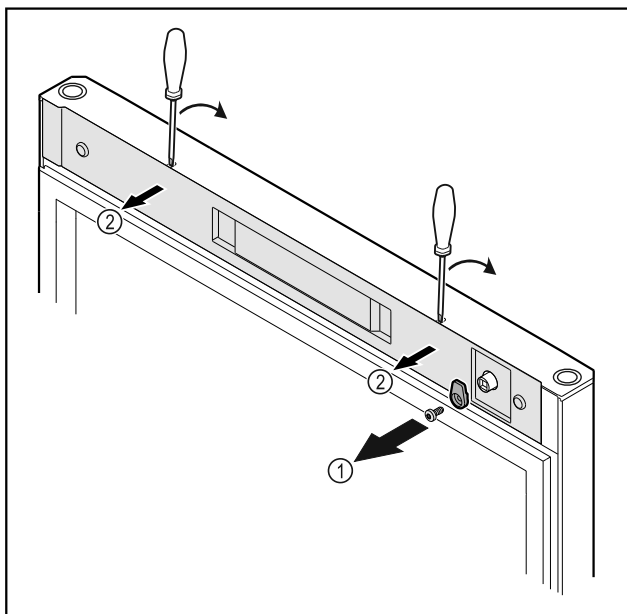

Fig. 11
- Открутите запорный крючок Fig. 11 (1).
- С помощью небольшой отвертки освободите крышку Fig. 11 (2) от фиксации и снимите ее.